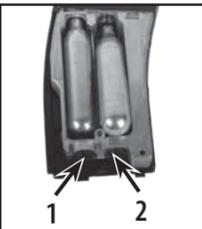

Fig. 4
- Insérez une nouvelle cartouche de CO₂ dans l'arme à air comprimé, le petit col de la cartouche étant inséré en premier lieu et orienté vers le dispositif de perçage (Fig. 4).